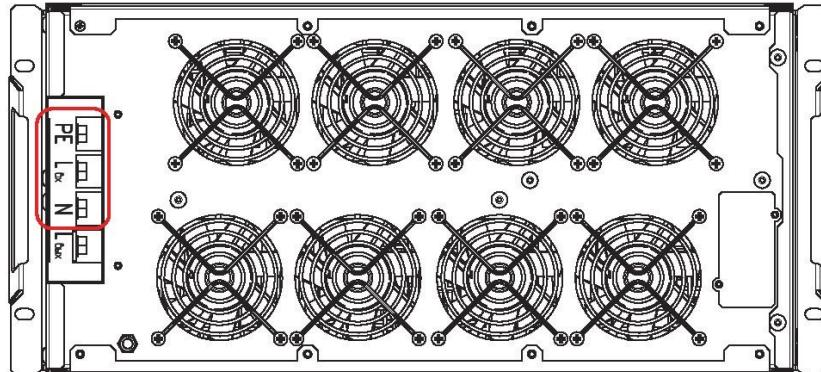

Рисунок 26. Стабилизатор Штиль IS12000RT, IS15000RT и IS20000RT. Выводы «PE-Lbx-N»
- у моделей IS12000RT, IS15000RT, IS20000RT с помощью выводов «PE-Lbx-N» (**рисунок 26**).